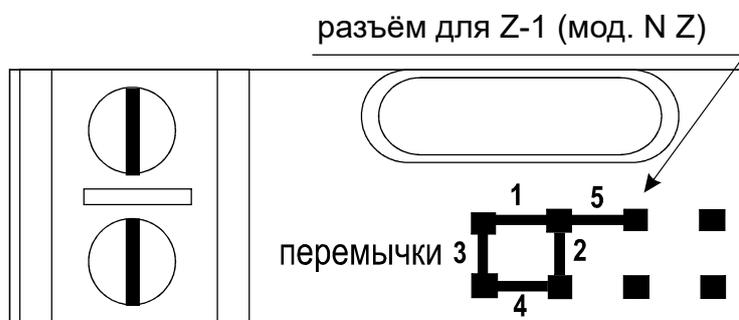

Рис. 2 Положение переключек
В комплект поставки контроллера Z-5R (мод. 5000) входит переключатель, который используется для программирования контроллера (всего пять положений) (см. рис.2).
2. Установите защитный диод (см. рис.5). В случае, если замок электромеханический, установите перемычку в положение 1 (см. рис.2).